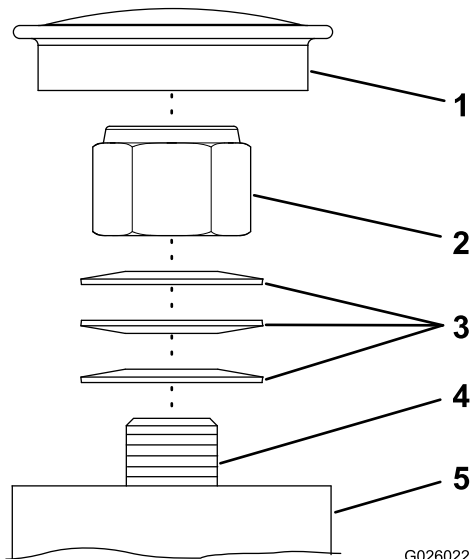

Figure 43
Remarque: Si vous démontez les roulements d'axe des roues pivotantes, veillez à monter les rondelles élastiques comme montré à la Figure 43.
1. Déposez le couvre-moyeu du moyeu de la roue pivotante (Figure 43).
2. Serrez le contre-écrou dans le sens horaire jusqu'à ce que les rondelles élastiques soient aplaties (Figure 43).
3. Tournez alors le contre-écrou de un quart de tour dans le sens antihoraire (Figure 43).
4. Reposez le couvre-moyeu (Figure 43).